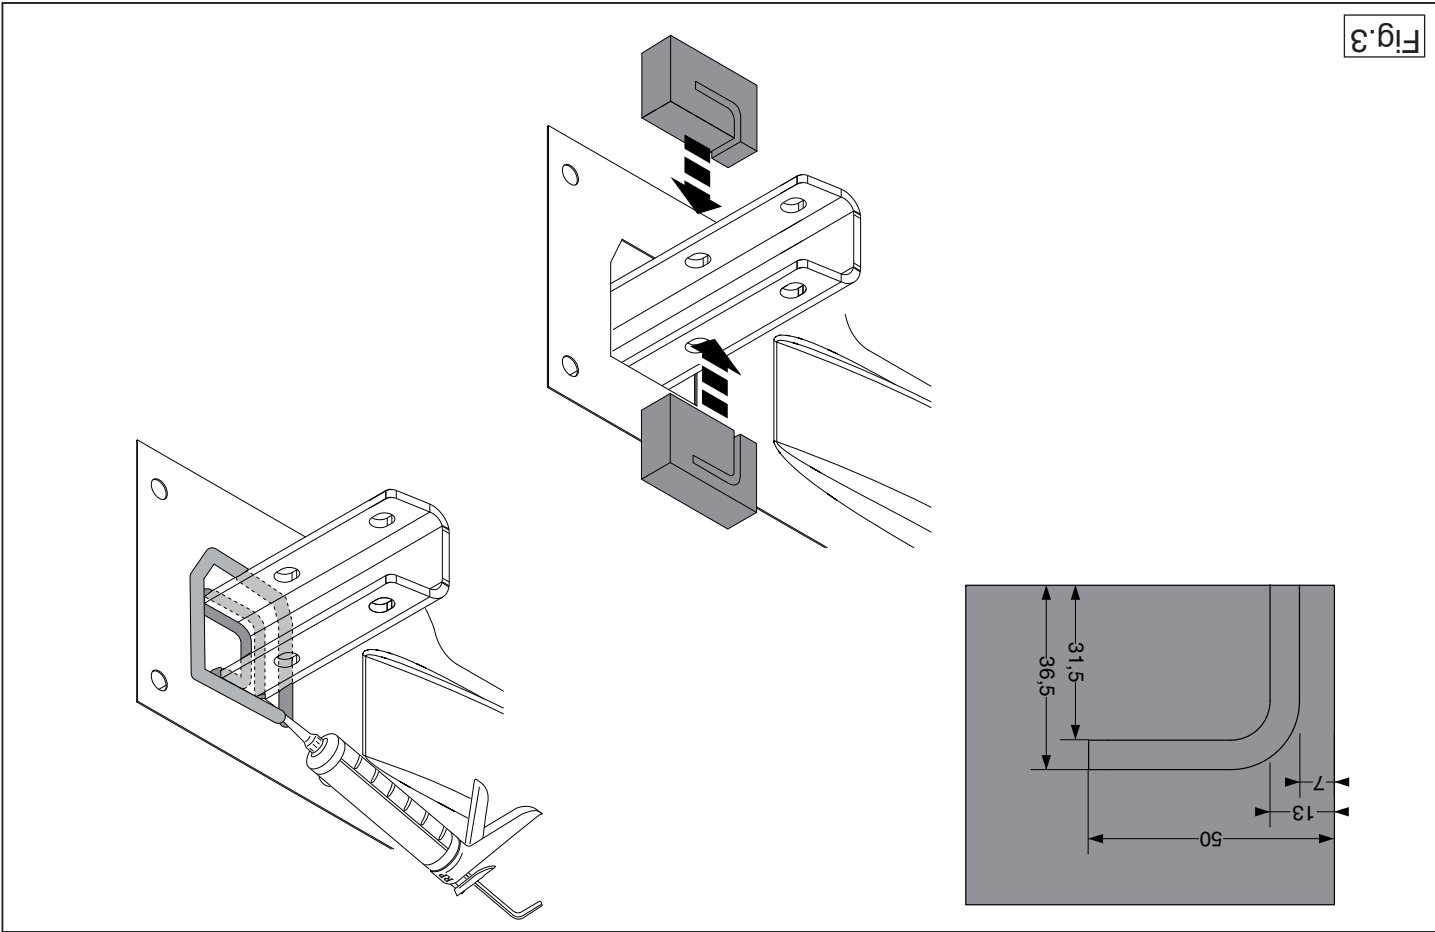

Fig. 3
6. Place the four PE foam blocks as spacers in the chassis members. See figure 3.
6. Die vier PE-Schaumblöcke als Dichtung in den Fahrgestellträger einsetzen. Siehe Abbildung 3.
6. Placer les quatre blocs de mousse en polyester en guise de colmatage dans les longerons de châssis. Voir la figure 3.